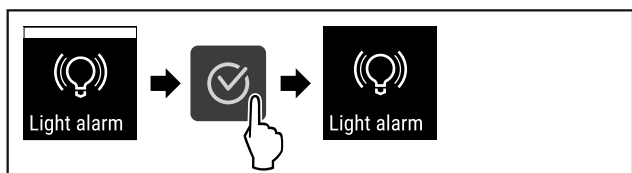

Fig. 120
- ▶ Udfør handlingstrinene (se Fig. 120) .